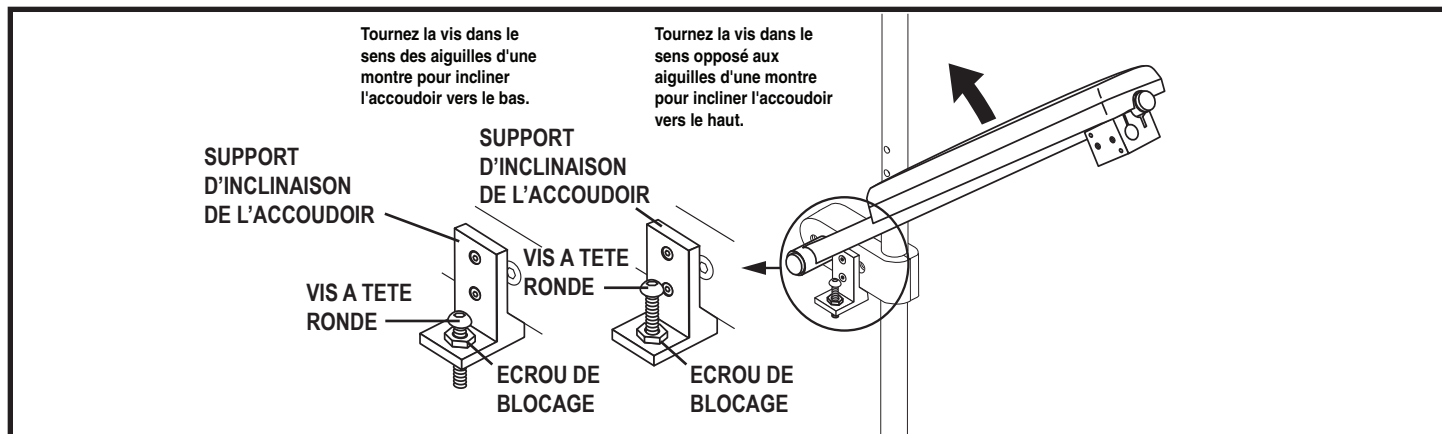

Figure 19. Réglage de l'inclinaison des accoudoirs relevables
2. Desserrez l'écrou de blocage situé sur le support de l'accoudoir. **Voir la figure 19.**
3. Serrez ou desserrez le boulon à tête bouton sur le support. Desserrez pour augmenter l'angle et serrez pour réduire l'angle de l'accoudoir. **Voir la figure 19.**
4. Lorsque la vis est réglée pour l'inclinaison appropriée, resserrez l'écrou de blocage. **Voir la figure 19.**
3. Retirez l'écrou et le boulon à tête bouton du support. **Voir la figure 19.**
9. Réinstallez la vis à tête ronde dans la fixation de l'accoudoir et serrez-le, puis resserrez l'écrou de blocage. **Voir la figure 19.**